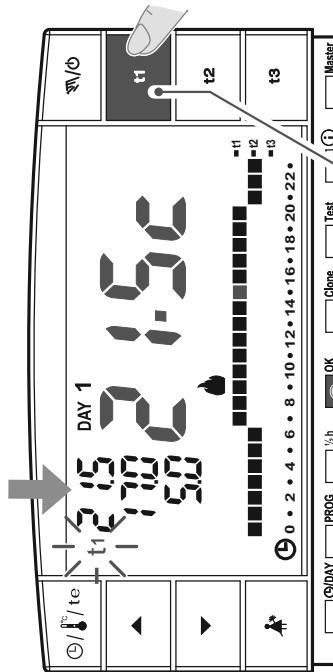

fig. 33
- Dentro de 8 segundos presionar la respectiva tecla (**t1** o **t2**) y la tecla **OK**; al confirmar el desbloqueo las cifras de la temperatura al lado de la sigla (**t1** o **t2**) dejan de parpadear (ejemplo fig. 33).